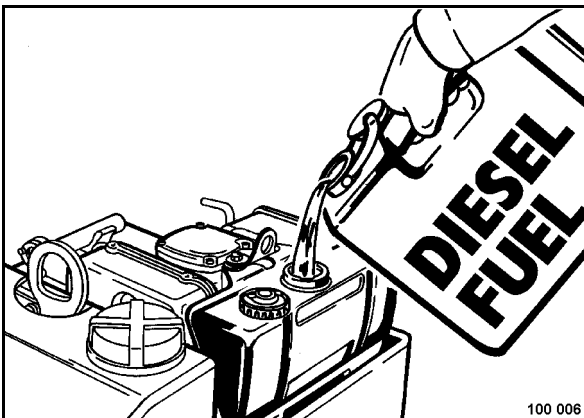

Рис. 56
- Очистить пространство возле наливного отверстия (Рис. 56).